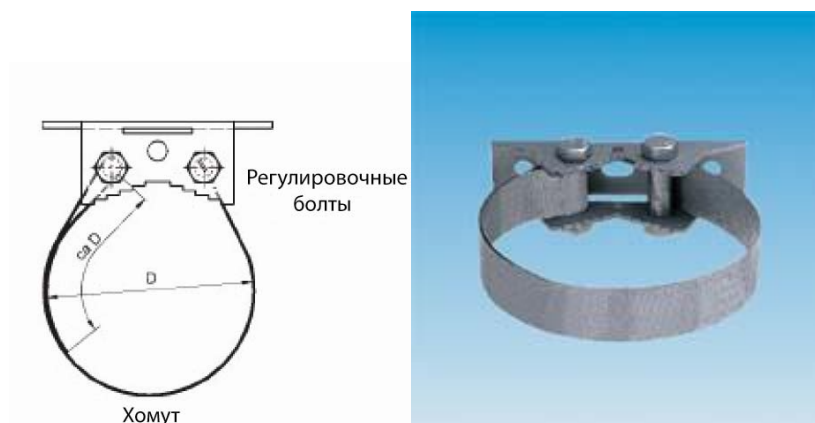

Рисунок 3. (Устройство кронштейна крепления на столб).
5.4. Указания по монтажу на столб (**рис.3**): обвести стальную ленту вокруг болта. Длина короткого конца ленты должна соответствовать примерно одной трети периметра трубы. Заостренный конец стальной ленты вставить в паз второго болта и повернуть головку винта влево. При этом лента обматывается вокруг стяжного винта, и хомут затягивается. Для предотвращения раскручивания прочно закрутить гайку.